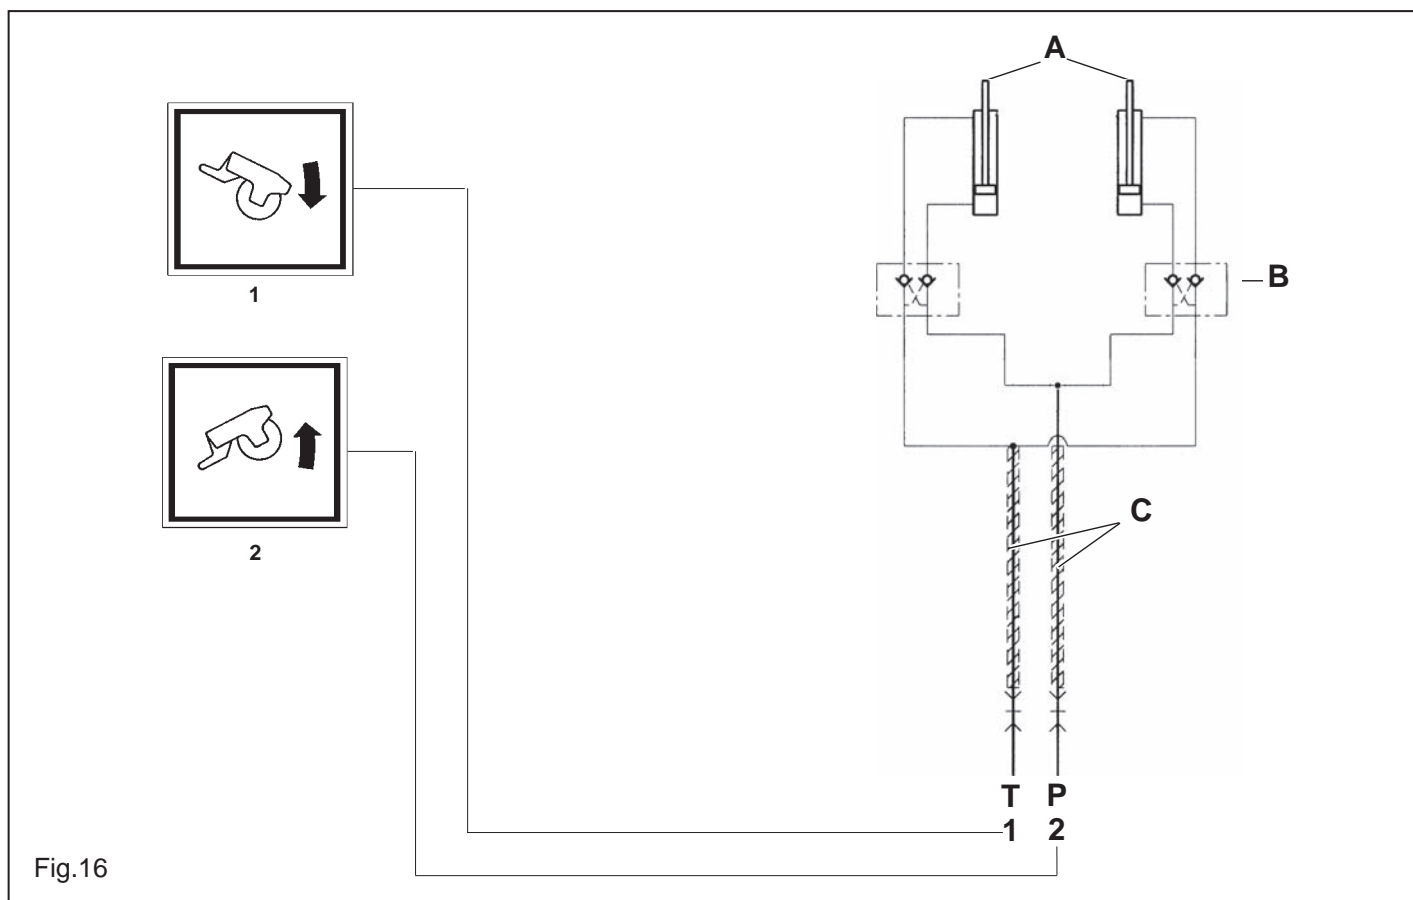

Fig.16
Una volta eseguite le operazioni preliminari (attacco dei 3 punti al trattore e innesto del cardano) si deve collegare al trattore l'impianto idraulico (Fig.16) che permette l'azionamento dei due cilindri idraulici (A Fig.16) per la regolazione del rullo posteriore che determina la profondità di lavoro.
N.B. I due cilindri (A Fig.16) sono corredati da una valvola di blocco automatica (B Fig.16).
I tubi idraulici hanno delle etichette adesive di riconoscimento (Fig.16) che rappresentano: